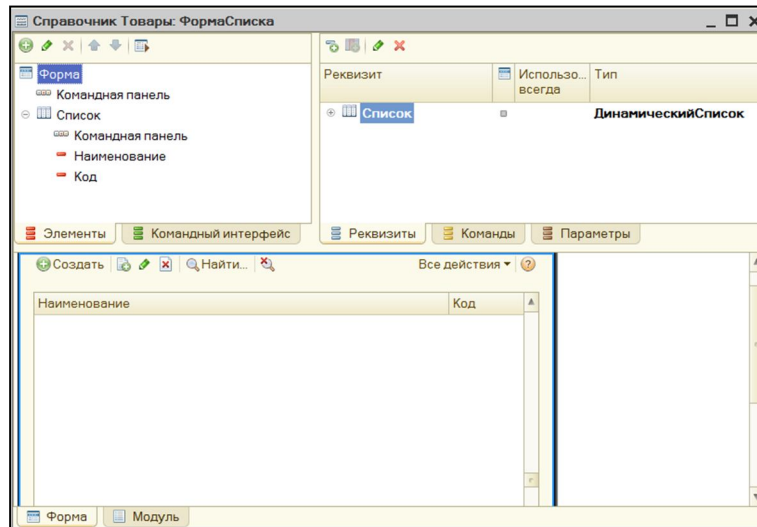

Рис. 22. Форма списка справочника «Товары» в окне редактора форм
4) щелкнуть по кнопке «Готово», на экране откроется окно редактора форм (рис. 22)